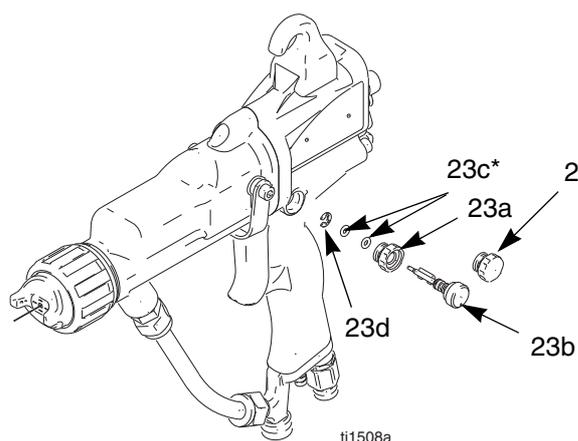

Fig. 22. Válvula redutora de ar de atomização
2. Remova a válvula redutora de ar de atomização (23). Inspeccione o anel em O (23c*). Substitua, se necessário. Consulte Fig. 22.
3. Instale a nova válvula redutora de ar de atomização (23) ou desmonte e substitua as peças de substituição individualmente. A protusão da válvula deve ser orientada para deixar em evidência o eixo (21) o balancim.